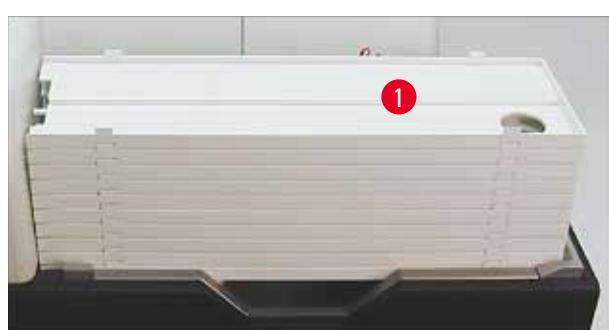

図38
- トレーのスタック(→「図 38-1」)をアンロードステーションのリフトテーブルの上に配置します(→「図 38」)。